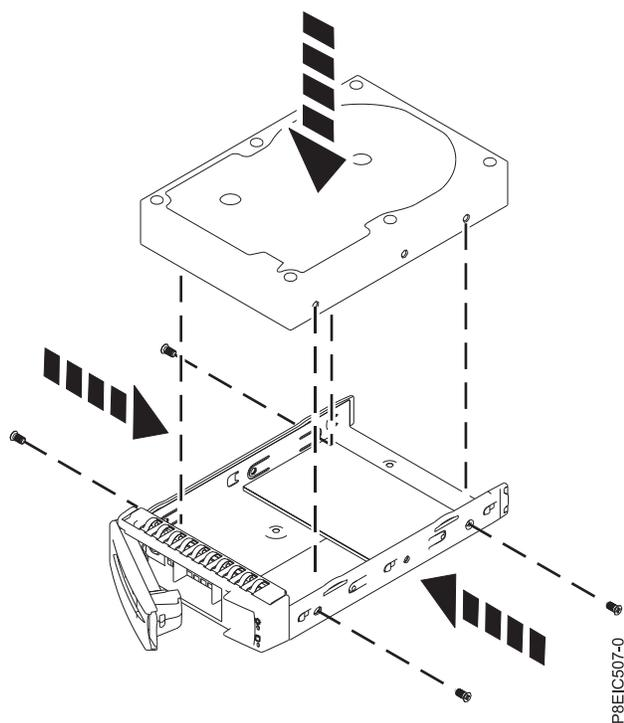

Figure 4. Montage de l'unité 3,5 pouces dans le tiroir
- Une unité 3,5 pouces remplit le tiroir, comme illustré dans la figure 4. Fixez l'unité de chaque côté du tiroir à l'aide de quatre vis (2 de chaque côté).